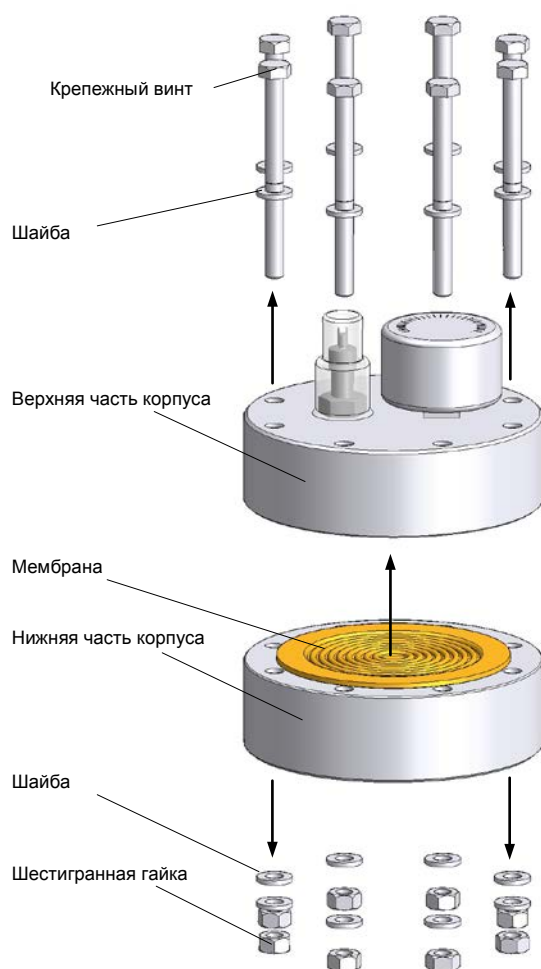

Рис. 17 Замена мембраны
- Поочередно отпустить крепежные винты и снять верхнюю часть корпуса (см. рис. 17).